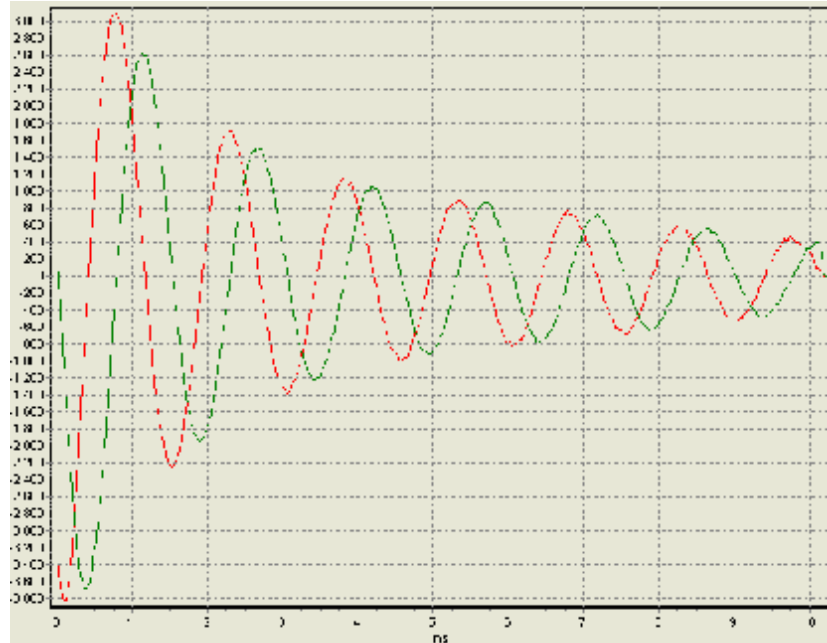

图 6 NS 为 8 时的 FID 信号
8、改用  工具，进行累加采集实验；分别采用累加次数 NS 为 2、4、6、8 次（见图 4），其它参数不用改变，观察 FID 信号的变化情况。整个累加采集过程会自动完成，如图 6 所示为 NS=8 时的 FID 信号。